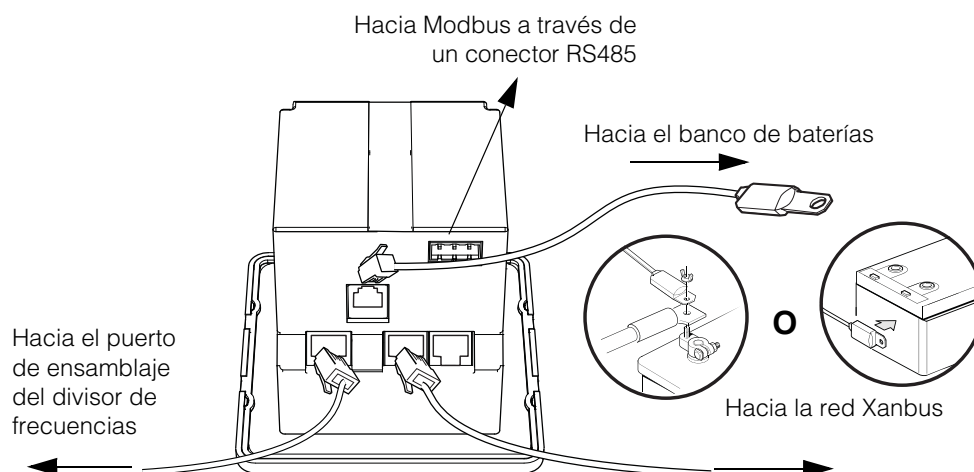

Figura 2-9 Cableado del Monitor de batería
El tablero del divisor de frecuencias se conecta al Monitor de batería con el cable RJ45 naranja que se proporciona. Enchufe el cable RJ45 directamente en el puerto del tablero del divisor de frecuencias y luego en el Monitor de batería, tal como se indica en Figura 2-9, “Cableado del Monitor de batería” en la página 2-17.
1. Conecte el conector RJ11 en la parte posterior del Monitor de batería, tal como se indica en Figura 2-9, "Cableado del Monitor de batería" en la página 2-17.